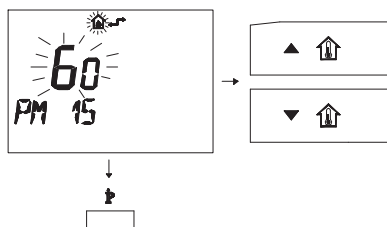

Fig. 5.36
- Modifique el punto de consigna programado mediante los botones o hasta que aparezca un valor de 60. Espere a que el número programado comience a parpadear (Fig. 5.36).